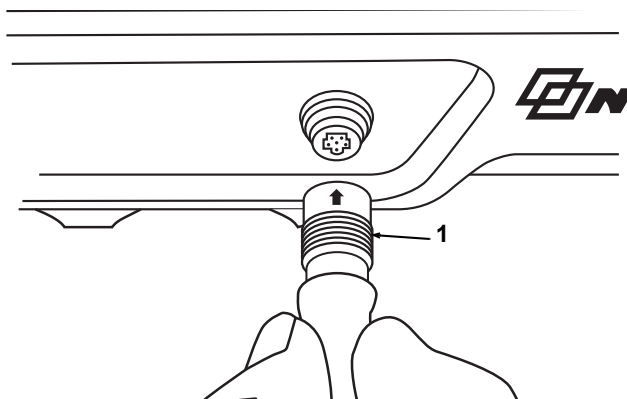

Figura 8. Collegamento dell'hub o del processore di segnale al monitor
- a. Allineare la freccia sul connettore del cavo dell'hub al triangolino sulla porta di connessione del monitor (figura 8).
- a. Afferrare il manicotto retraibile sul connettore del cavo dell'hub (1 nella figura 8).